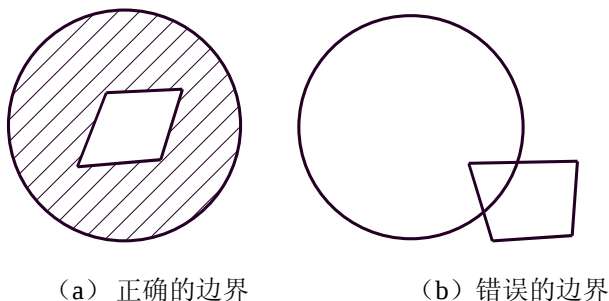

图 4-35 拾取边界曲线的正误
的封闭的环，右击确认后，一组剖面线立即被显示出来，否则操作无效。例如，图 4-35 (a) 所示封闭环被拾取后可以画出剖面线。而图 4-35 (b) 则由于不能生成互不相交的封闭的环，系统认为操作无效，不能画出剖面线。
(5) 在拾取边界曲线不能够生成互不相交的封闭的环的情况下，应改用拾取点的方式。在指定区域内生成剖面线。例如，图 4-35 中的 (b) 中圆和四边形相重叠的小块区域内，不能使用拾取边界的方法来绘制剖面线，而使用拾取点方式可以很容易地绘制出剖面线。